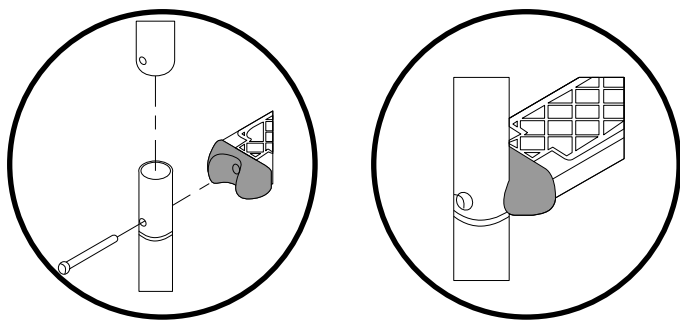

Fig. 24/Abb. 24/Afb. 24
- FR** A.- Assembler les rampes supérieure (1) et inférieure (10) en les introduisant l'une dans l'autre et les fixer aux marches (9) et celles-ci à l'aide des vis (11), des écrous (8) et des rondelles (7) correspondantes. (Fig.24)
B.- Monter les butées (12) de la rampe, pour éviter que l'escalier puisse abîmer la piscine.